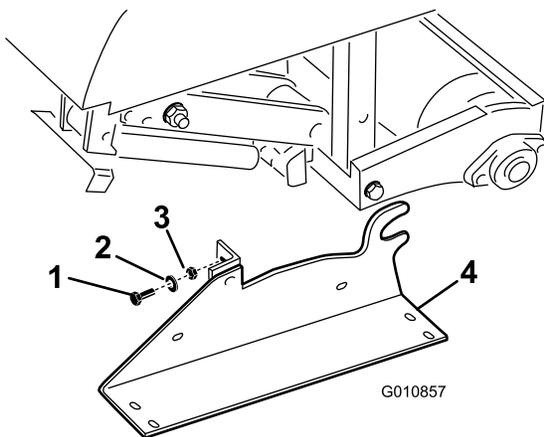

Рисунок 34
2. Отверните болты, снимите стопорные шайбы и гайки, которые крепят подставки для хранения на каждом конце аэратора (Рисунок 34).